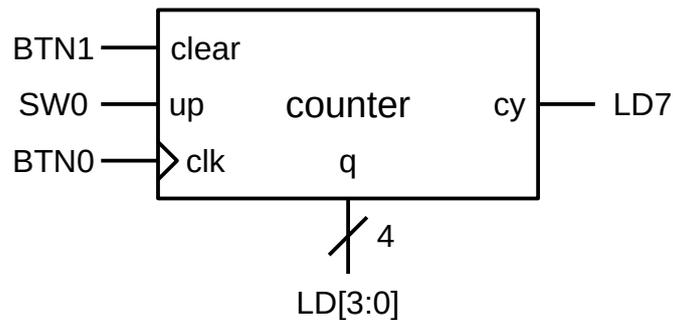

Figura 2: Conexión del contador binario con las señales de la placa Basys2.
La asignación de señales del contador a las conexiones de la placa se muestra en la Figura 2. Para trasladar esta información al diseño mediante un archivo UCF hay que hacer lo siguiente:
- Repita lo mismo para el resto de señales tomando la Figura 2 como referencia.